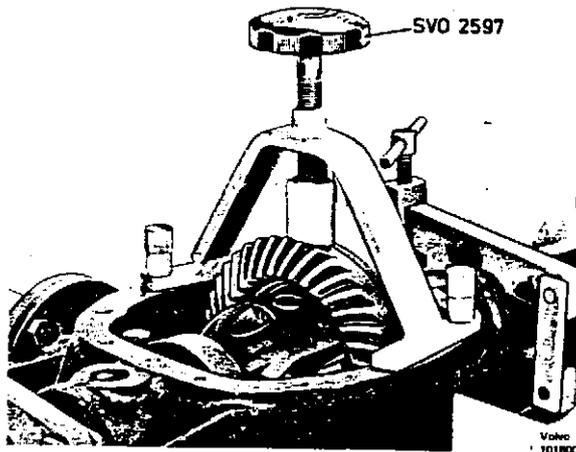

Abb. 56. Bremswerkzeug für Ausgleichgetriebe
2. Bremswerkzeug SVO 2597 gemäß Abb. 56 auf das Tellerrad setzen und am Gehäuseflansch befestigen. Zähne des Tellerrades an drei verschiedenen Stellen mit Merkfärbestreichen. Hier